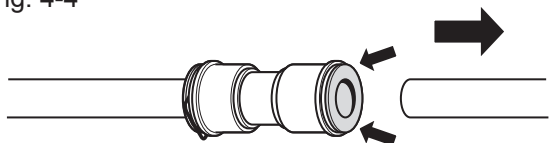

Fig. 4-5
1. Dévissez les vis du couvercle de la charnière et retirez le couvercle (fig. 4-5). Débranchez tous les câbles sauf le câble de terre.